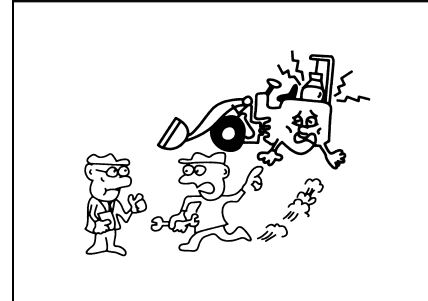

Рис. 1–34
- Проверить нормальность шума или нормальность вибрации при прокрутке двигателя. Наличие вышеуказанного явления обозначает наличие дефектов, следует сообщить управляющему лицу, после ремонта начать оперирование(рис. 1–34)..